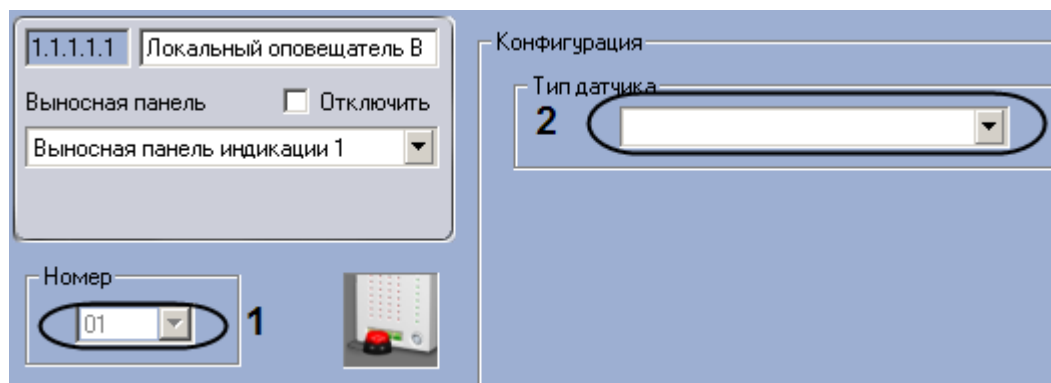

Рис. 3.6—6. Настройка локального оповещателя ВПИ
2. Из раскрывающегося списка **Номер** выбрать аппаратный адрес подключения локального оповещателя ВПИ (см. Рис. 3.6—6, **1**).
3. Из раскрывающегося списка **Тип датчика** выбрать тип устройства, подключаемого к ВПИ (см. Рис. 3.6—6, **2**).